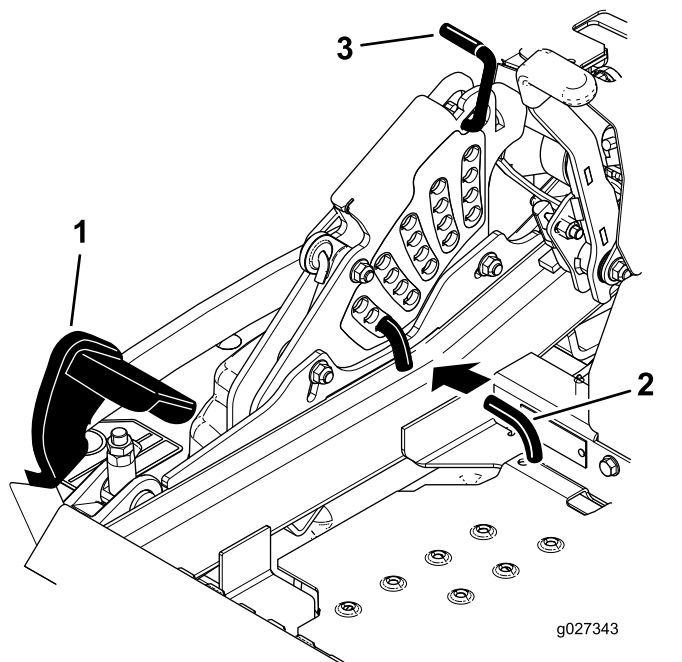

Figura 27
2. Pise el pedal de elevación de la carcasa y eleve la carcasa a la posición de transporte (que es también la posición de altura de corte de 140 mm [5½"])] como se muestra en Figura 27.
3. Para ajustar la altura de corte, gire el pasador 90 grados y retire el pasador del soporte de altura de corte (Figura 27).
4. Seleccione el taladro del soporte de altura de corte que corresponde a la altura de corte deseada, e inserte el pasador (Figura 27).